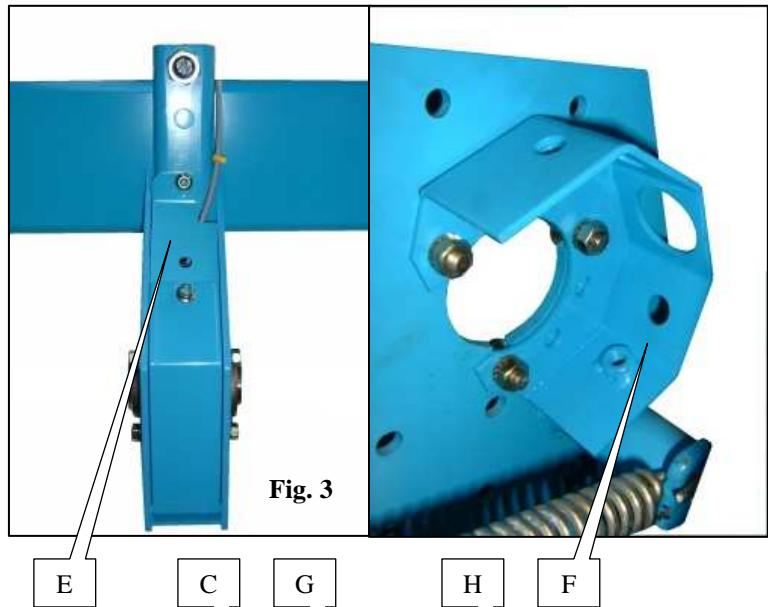

Fig. 3
- Montare la cellula C (fig. 3, 4 e 5) con le due viti a testa fresata D (fig. 3, 4 e 5).
- **Sur NC et NG+, monter la boîte à capteur E (fig. 3) sur la poutre du châssis à l'aide de la bride et des écrous fournis.**